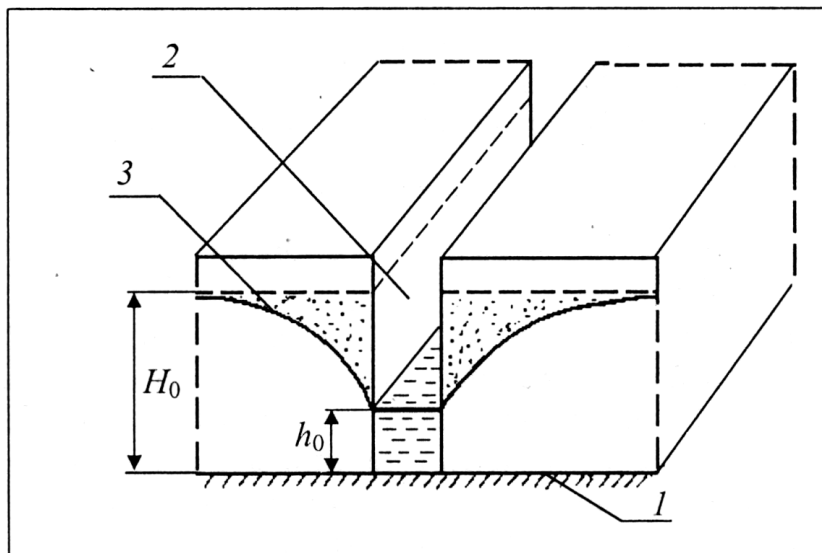

Рисунок 1. Совершенная галерея:
7. Проверим по формуле (6), достигается ли требуемое понижение уровня грунтовых вод в точках A и B поля осушения (см. рис. 1):